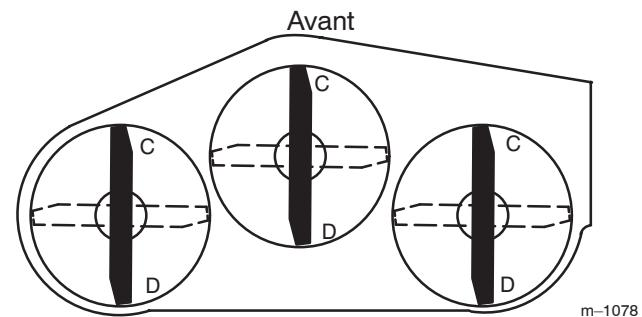
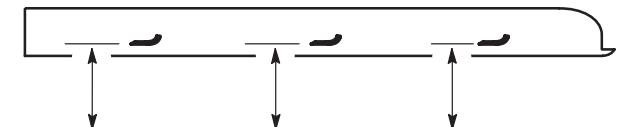

Figure 41
Figure 42
4. Tournez une lame dans le sens longitudinal (Fig. 41). Mesurez la distance aux points C et D (Fig. 41) entre la surface plane et le tranchant des pointes des lames (Fig. 42).